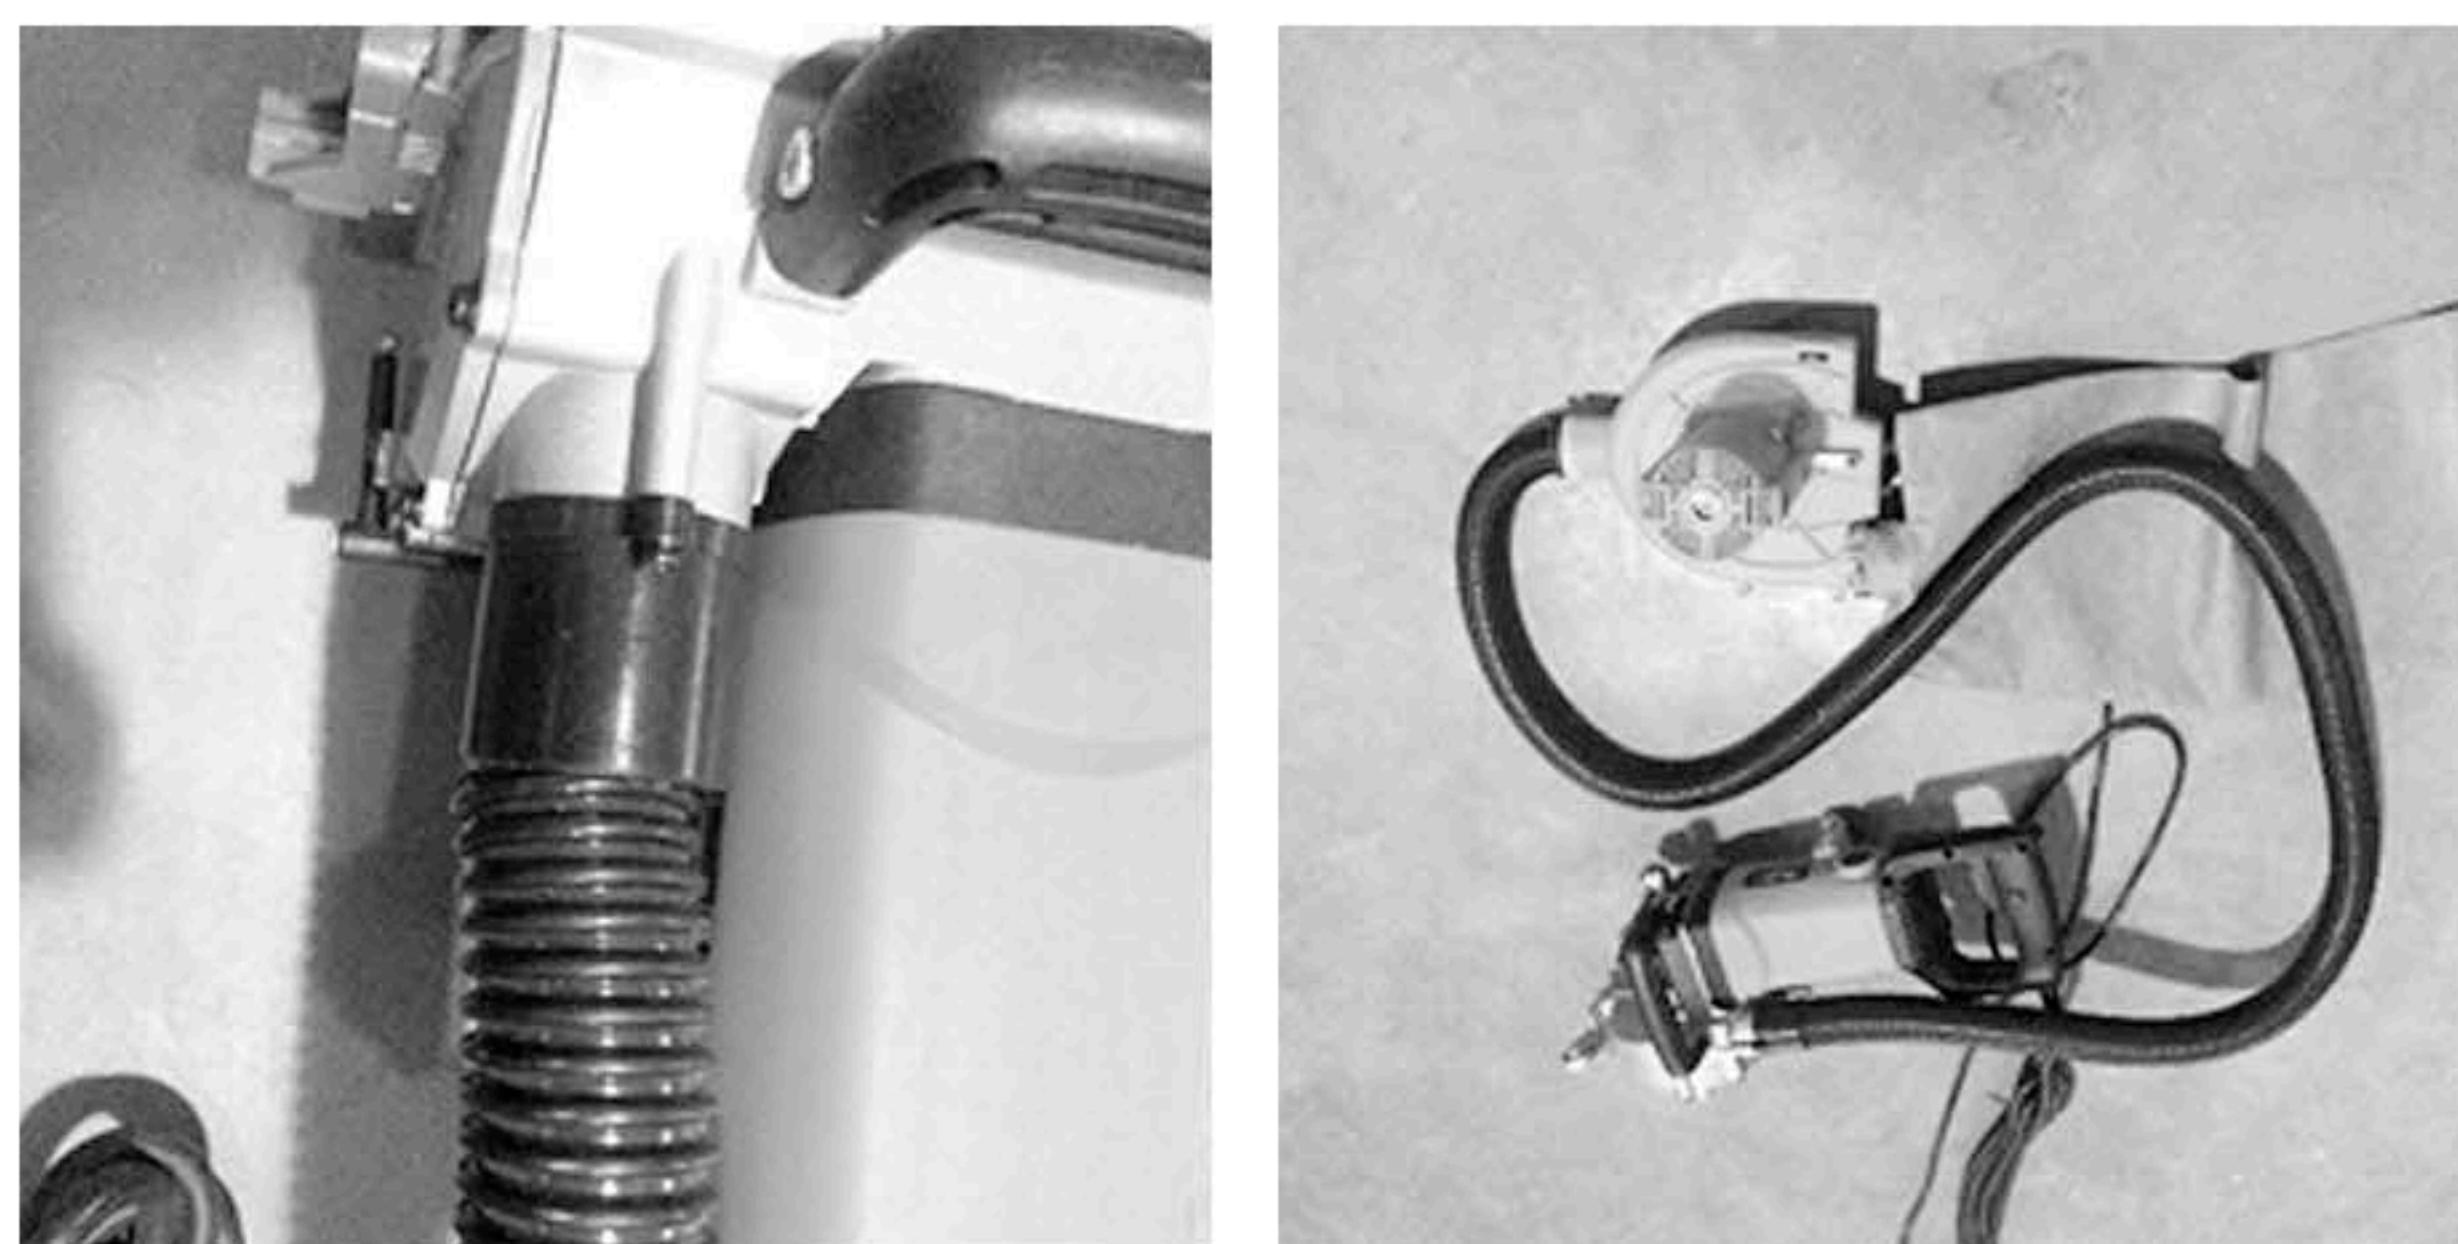

Рис.3
4. Второй конец шланга присоедините к инструменту, с которым собираетесь работать (штроборез, шлифователь и т. д.) (Рис. 3).